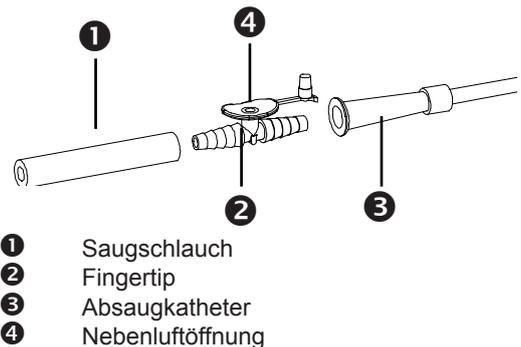

Bild 6.
- Steuern Sie den Absaugvorgang mit der Nebenluftöffnung (❷, Bild 6) am Fingertip.